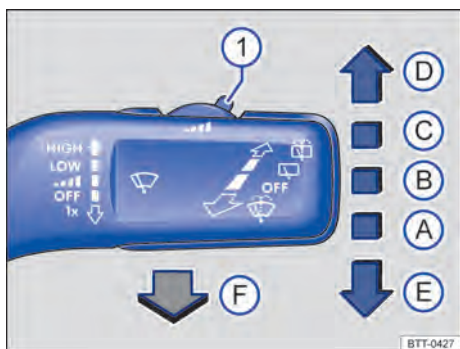

Fig. 102 À direita da coluna de direção: comandar os limpadores do para-brisa.
Limpeza com intervalos do para-brisa. Com o interruptor ⇒ Fig. 102 ajustar os níveis de intervalo (veículos sem sensor de chuva) ou a sensibilidade do sensor de chuva.
- Pressionar a alavanca dos limpadores do para-brisa brevemente para baixo \Rightarrow Fig. 102